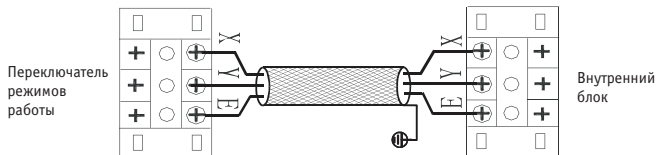

Рис. 3
3. Переключатель режимов KLC-01 не имеет точек заземления трехжильного экранированного кабеля. Поэтому экранирующую оплетку необходимо заземлить только в наружных блоках, как показано на рис. 3.